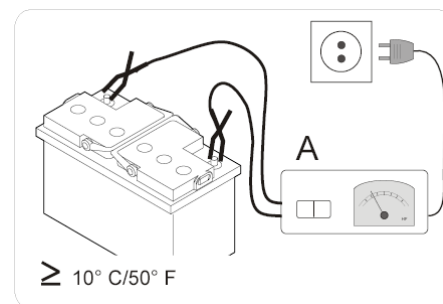

图 9
2.1 在新车检测或易手车检测之前 ⇒ 连接推荐的充电器，请参见步骤→11.，(→ 图 9)。